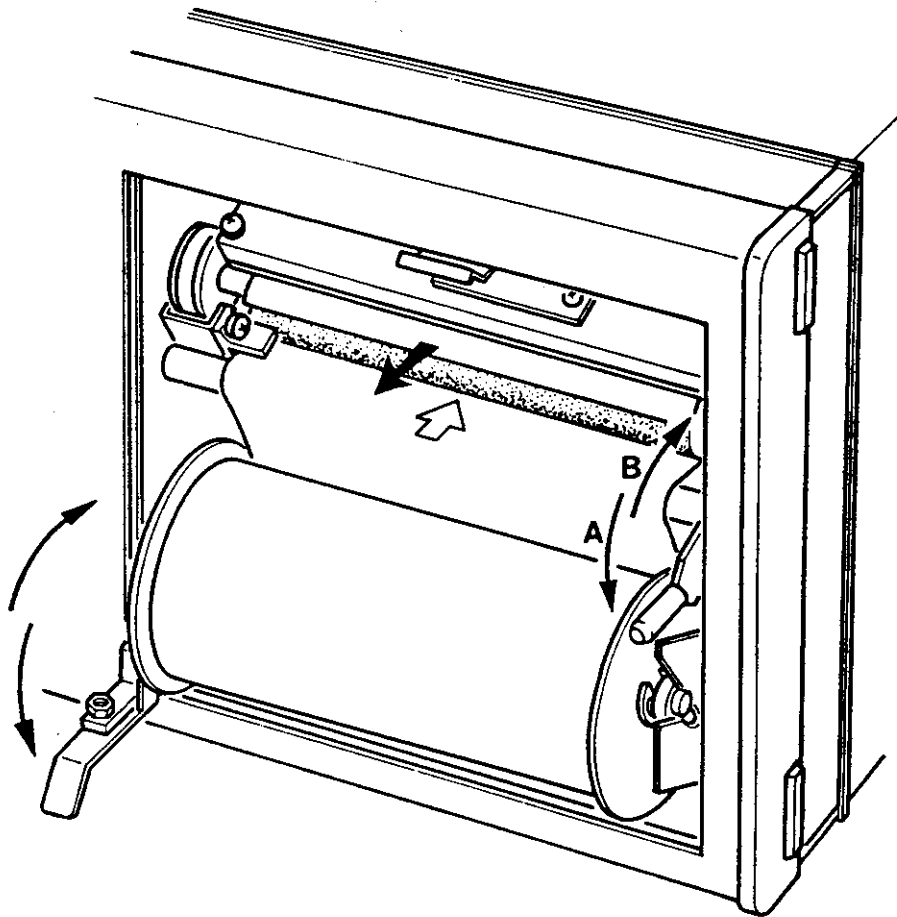

図 9-7 プリンタ用紙セットの際の注意
- ④ ロール軸をロール軸受にセットして、プリンタ用紙脱着レバーを矢印 **B** の方向に押しします。次に、プリンタ用紙の先端を紙切れ検出装置のすき間に通し、プリンタ用紙挿入口から挿入してヘッド部分から約 10 cm 出るようにプリンタ用紙をセットして下さい。
- ⑤ ヘッド部分から出ているプリンタ用紙を引きながら、ロール軸受とプリンタ用紙挿入口の間にたるみがないか確認して下さい。プリンタ用紙交換後は必ずたるみがあるので〔図 9-7〕のような操作を行ない、用紙を張りのある状態にセットして下さい。